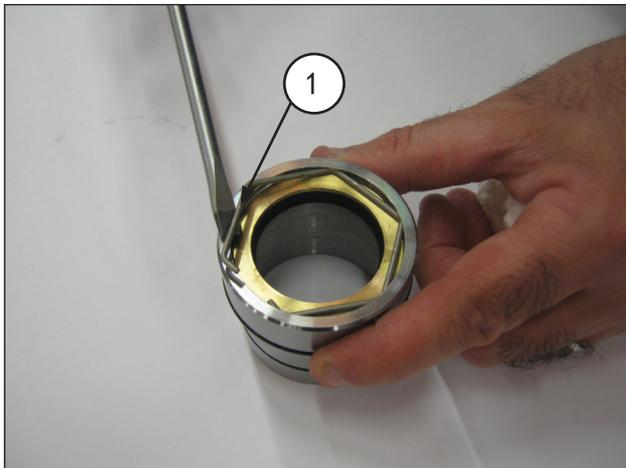
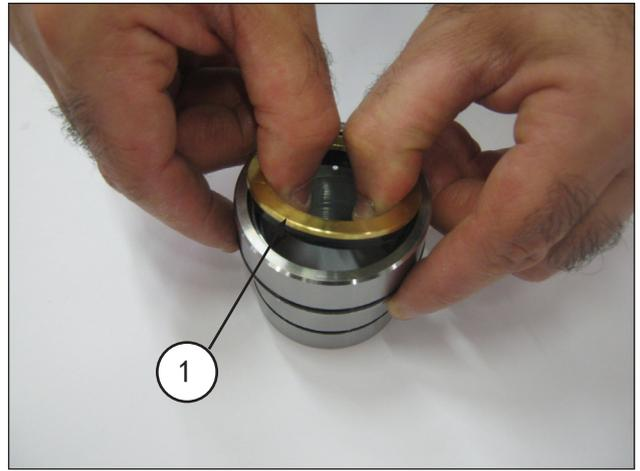

图 33
图 34
要拆卸低压密封件，必须取出止动环（部件号①，图 33）和密封环（部件号②，图 34）。